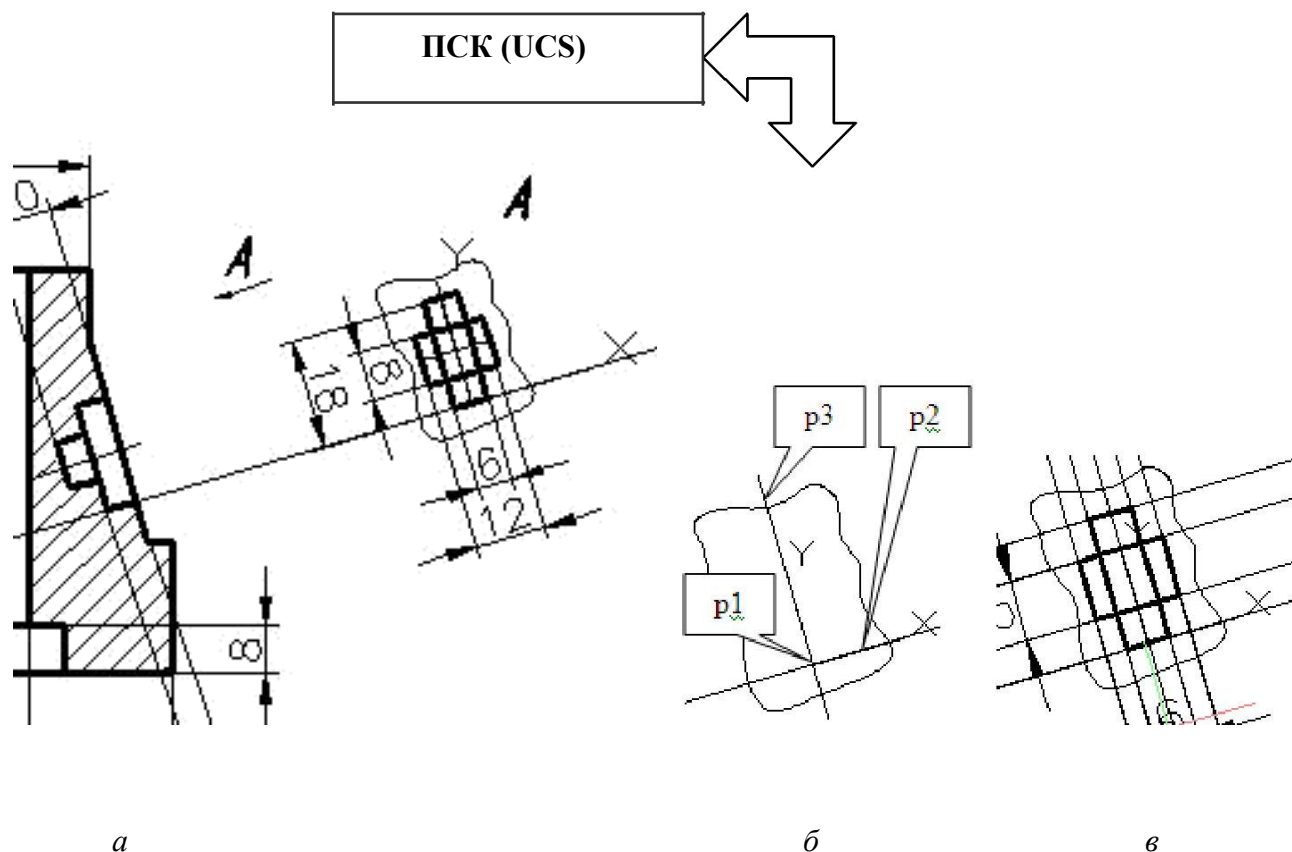
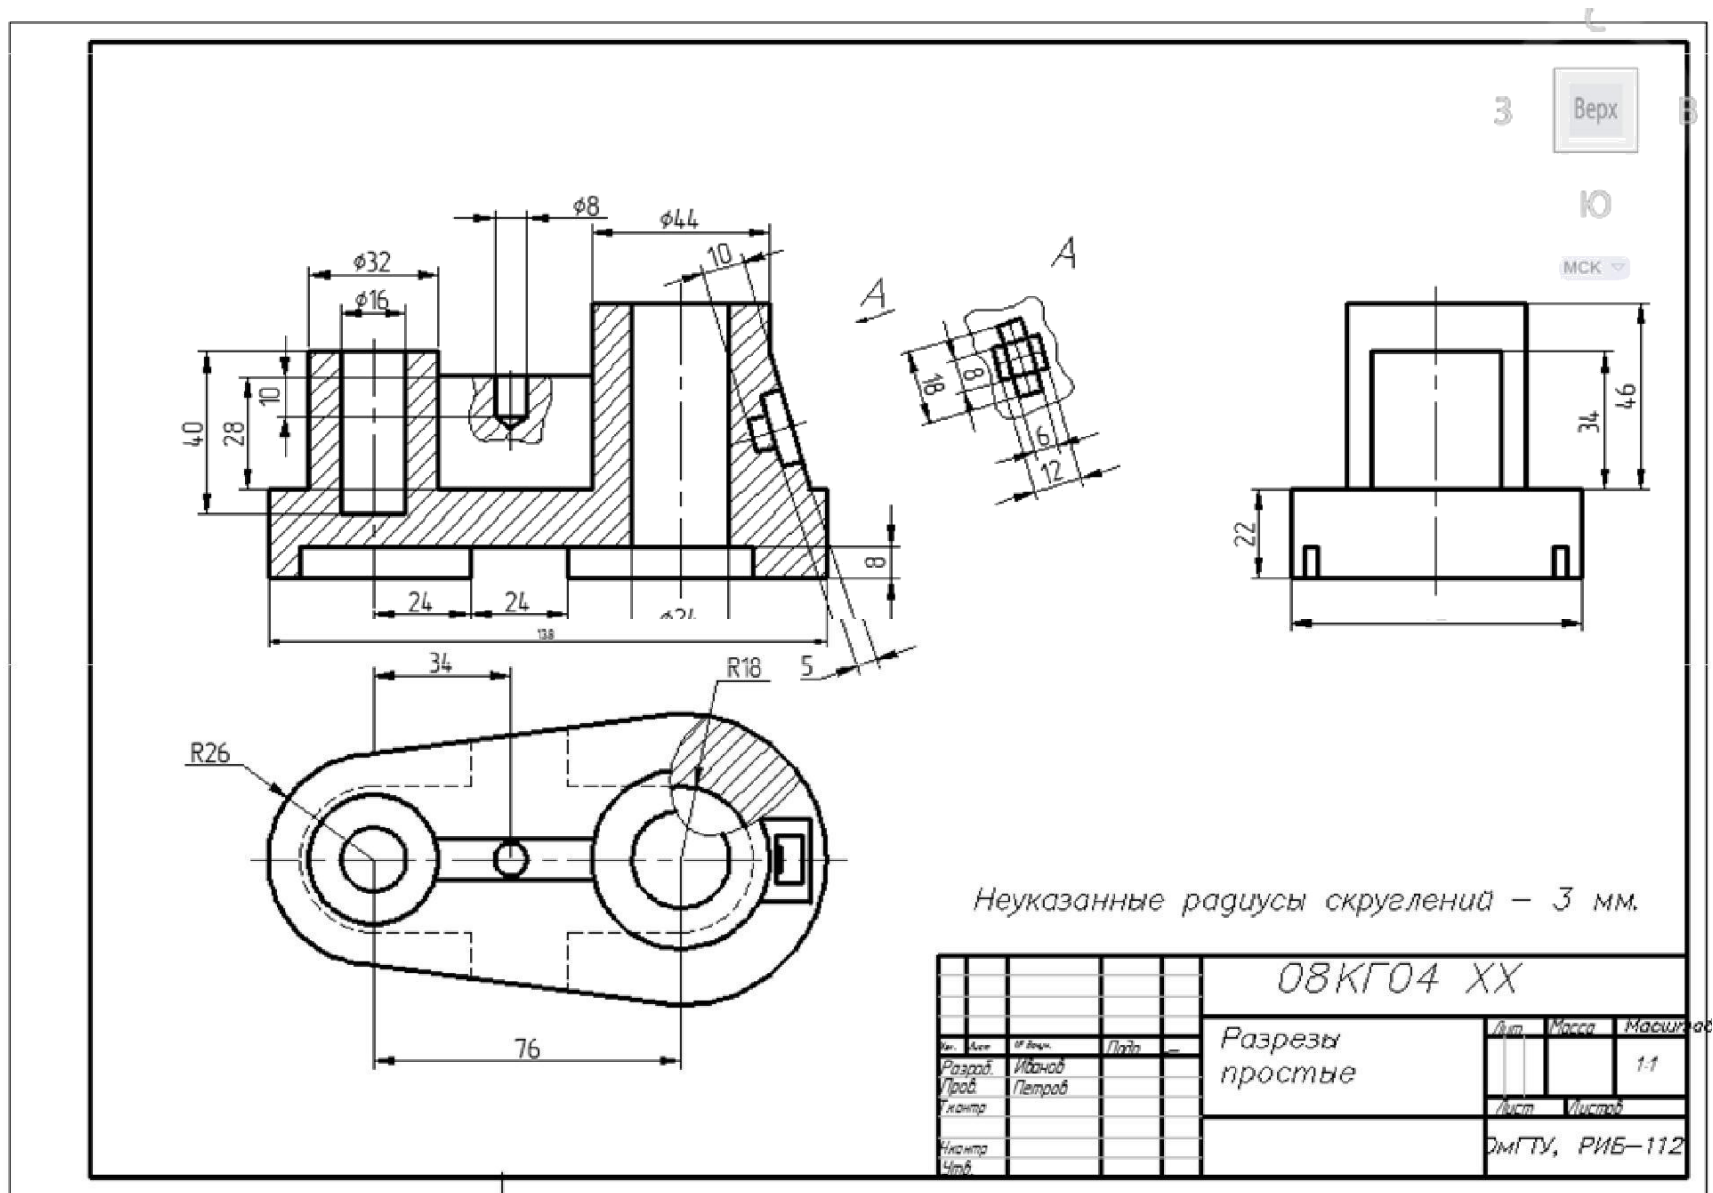

Рис. 4.3. Положение ПСК (UCS):
Рис. 4.9. Пример выполнения практического задания № 4 «Разрезы простые»
ПСК – это система координат, имеющая свое начало и свою ориентацию, что делает её более эффективной при получении некоторых изображений. **ПСК** могут быть использованы также при создании 3D-моделей. Получение изображения дополнительного вида задания «Разрезы простые» (см. рис. 4.3, а, рис. 4.9) упрощается благодаря использованию **ПСК**. В данной пользовательской системе координат вспомогательные прямые линии имеют необходимую и удобную в использовании ориентацию. Поворот **ПСК** упрощает указание координат и расстояний при определении места положения точек и других объектов на повернутых видах. Узловые точки и базовые направления, определяемые режимами привязки **SNAP**, сетки **GRID** и ортогонального режима **ORTHO** поворачиваются вместе с **ПСК**. При создании новой **ПСК** формируется соответствующая пиктограмма осей координат, по которой можно судить о положении об ориентации текущей **ПСК** относительно мировой системы координат, а также относительно объектов, содержащихся на чертеже (см. рис. 4.3). При этом можно использовать опцию **Отступ (Offset)** команды **Прямая (Construction Line)**. Пиктограмма **ПСК** всегда изображается в плоскости xy текущей **ПСК** и указывает положительное направление осей x и y . Сама пиктограмма может располагаться как в начале пользовательской системы координат, так и в другом месте. Эту позицию регулирует команда управления пиктограммой системы координат **UGSICON**.
Для создания пользовательской системы координат (рис. 4.3, б) необходимо использовать одну из команд панели ПСК (рис. 4.4). Например, команда **3 точки (3 Point)** позволяет задать ПСК с помощью трех точек. Эта команда может быть введена кнопкой  инструментальной панели ПСК (UCS) (рис. 4.3, б) или с помощью элементов главного меню **Сервис (Tools) → Новая ПСК (New UCS) → 3 точки (3 Point)**.
Задать точку p1 (рис. 4.3, б).
Задать точку p2 (рис. 4.3, б).
Задать точку p3 (рис. 4.3, б). После этого пиктограмма осей координат смещается в новое положение.
12. Изобразить текст «**Неуказанные радиусы скруглений – 3 мм**». Пример выполнения практического задания № 4 представлен на рис. 4.9.